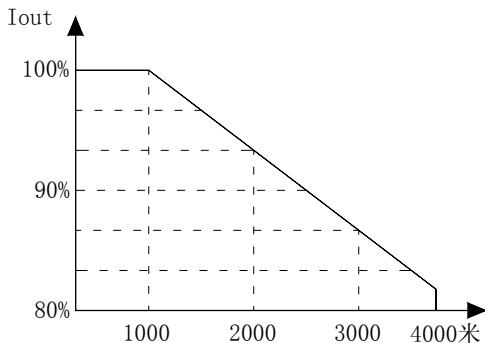

图 1-4 变频器降额曲线图
- 在海拔高度超过 1000 米的地区，由于空气稀薄，变频器的散热效果会变差，此时需降额使用。一般的，每升高 1000m 需降额 10% 左右。降额曲线参见图 1-4。